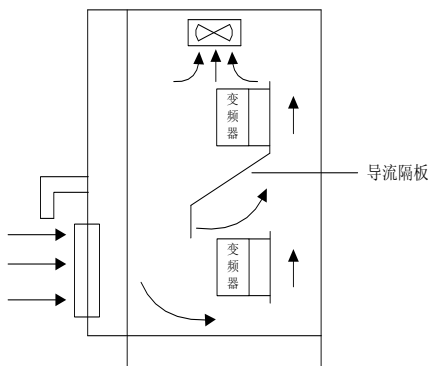
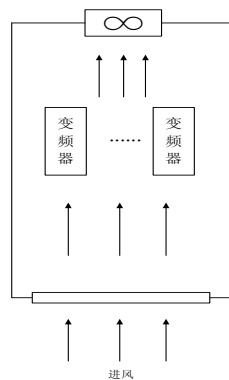

图 3-3 多台壁挂式变频器的安装 1
图 3-4 多台壁挂式变频器的安装 2
2) 对于多台壁挂式变频器的安装，如图 3-3、图 3-4 所示；如在同一垂直方向上下安装时，请注意中间应用导流隔板，如图 3-3 所示。